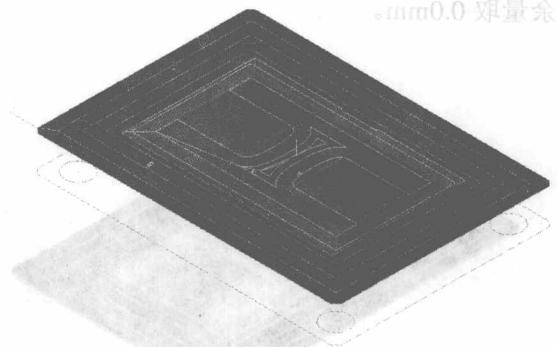

图 1-18 3D 曲面挖槽刀具路径
⑨ 单击对话框中 按钮，系统产生如图 1-18 的曲面挖槽刀具路径。
⑩ 在操作管理器中点选 **2-Surface Rough Pocket**，单击 按钮，弹出 **Backplot** 对话框。单击键盘的 **R** 键，模拟刀具路径，检查刀具铣削路径有无问题。刀具路径如图 1-18 所示。
⑪ 在操作管理器中单击 按钮（隐藏/显示刀具路径）按钮，使图标变成灰色，关闭当前的刀具路径显示。按 **Alt+A** 保存镜框前模文件。